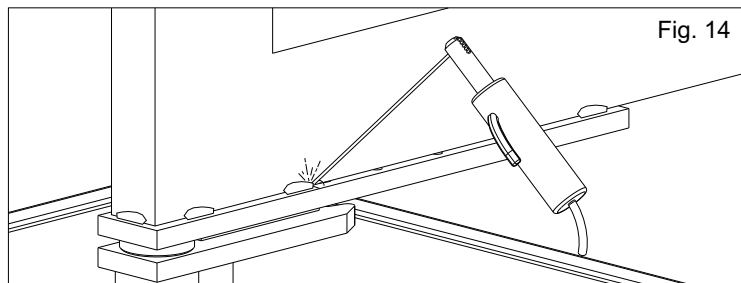

Fig. 14
3.2. saldare con cura l'assieme anta all'anta del cancello realizzando un fissaggio a tratti di circa 3-4 cm lungo la superficie di contatto evitando la saldatura nei pressi dei fori filettati, inoltre fare in modo che venga rispettata la perpendicolarità con l'asse di rotazione (Fig. 14)